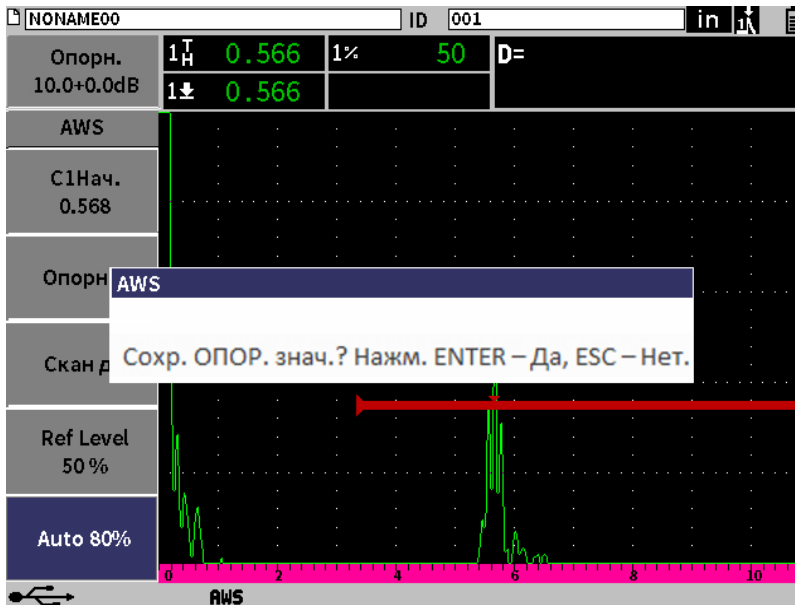

Рис. 11-27 Диалоговое окно AWS Опорн. В
9. Нажмите клавишу Tab, чтобы выделить **Опорн. В**, затем нажмите клавишу Enter, чтобы установить значение **Опорн. В** для начала контроля AWS (см. Рис. 11-27 на стр 194).